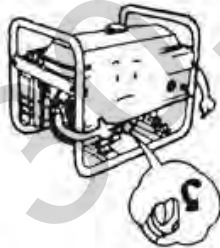

Рис. 9
3.1.1 Відкрутить ковпачок масляного патрубку та почистити масляний щуп чистою серветкою (Рис. 9).